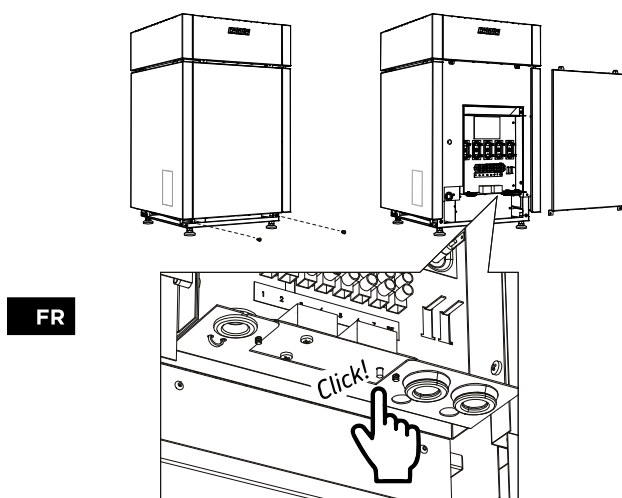

Figure 14. Réinitialisation de la sécurité-surchauffe de l'évaporateur
- Assurez-vous que la sécurité-surchauffe ne s'est pas déclenchée. (Figure 14. Réinitialisation de la sécurité-surchauffe de l'évaporateur)
- Instructions pour réinitialiser la sécurité-surchauffe de l'évaporateur (Figure 14. Réinitialisation de la sécurité-surchauffe de l'évaporateur)